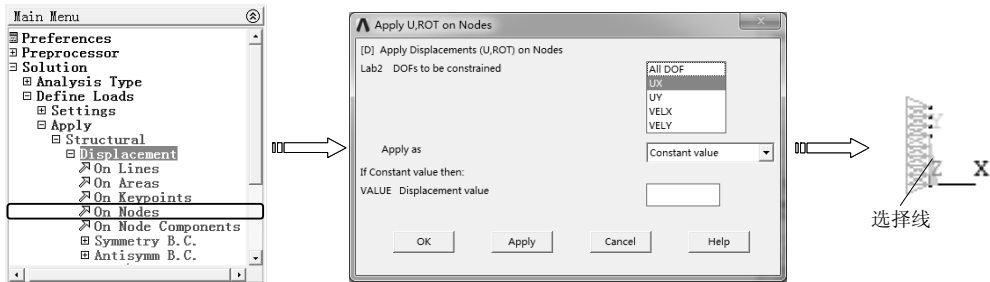

图 9-63 施加自由度约束
4) 选择 “Main Menu>Solution>Define Loads>Apply>Structural>Displacement>On Nodes” 命令，弹出实体选取对话框，单击 “Pick All” 按钮，弹出 “Apply U,ROT on Nodes” 对话框，在 “DOFs to be constrained” 列表框中选择约束类型 “UX”，在 “Displacement value” 文本框中输入数值 0，单击 “OK” 按钮完成约束，如图 9-63 所示。